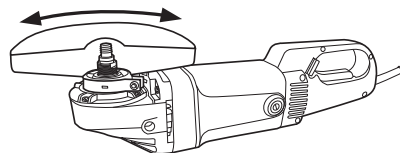

Abb. 14
2. Stecken Sie den Spannschlüssel (16) in die Löcher am Spannflansch (8).
3. Drehen Sie den Spannschlüssel gegen den Uhrzeigersinn, um den Spannflansch (8) zu lösen (Abb. 14).